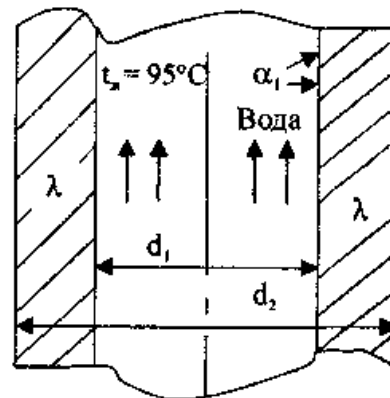

Рисунок 7.4
**Задача 7.4.** Определить потери теплоты с 1 м длины неизолированного трубопровода с отношением диаметров  $d_1 / d_2 = 160 / 165$  мм, проложенного на открытом воздухе (рисунок 7.4), если внутри трубы протекает вода со средней температурой  $t_{жс1} = 95^\circ\text{C}$ , а температура окружающего воздуха составляет «минус»  $20^\circ\text{C}$ .